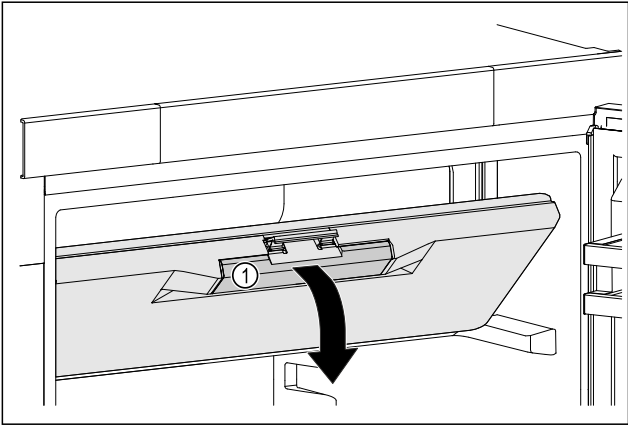

Fig. 46
- Sujete la puerta del compartimento congelador en la empuñadura empotrada Fig. 46 (1).